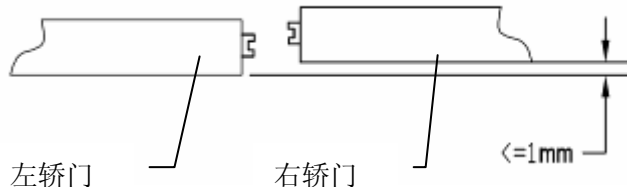

图 2-16 轿门装配俯视图
4. 中分门合拢时两门面的共面度不大于 1mm.。见图 2-16 轿门装配俯视图